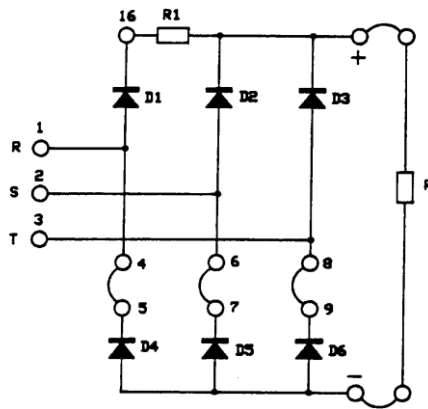

Figura 5: Conexión del rectificador trifásico de onda completa con carga resistiva.
- Mantenga las conexiones de las fases **(R), (S), (T)** como en la sección anterior.
- Conecte los puntos **(4)-(5), (6)-(7)** y **(8)-(9)** como en la Figura 5.
- Conecte la carga **R** como en la Figura 5.